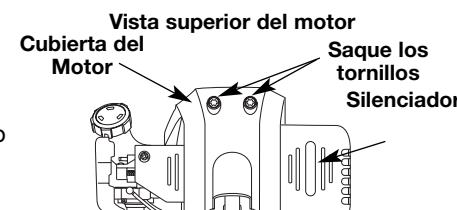

Fig. 33
2. Quite los dos (2) Tornillos de encima de la tapa del motor con un destornillador de pala o Torx #25 (Fig. 33).
6. Saque la cubierta del motor (Fig. 33).